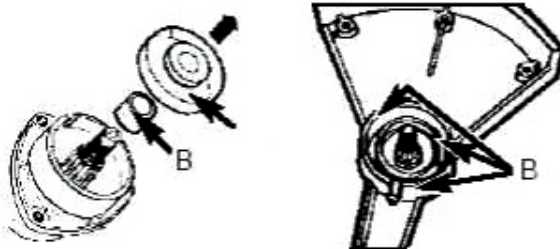

Рис.2
1. Снимите защитную муфту от намотки (А) с кожуха штанги (Рис.2).